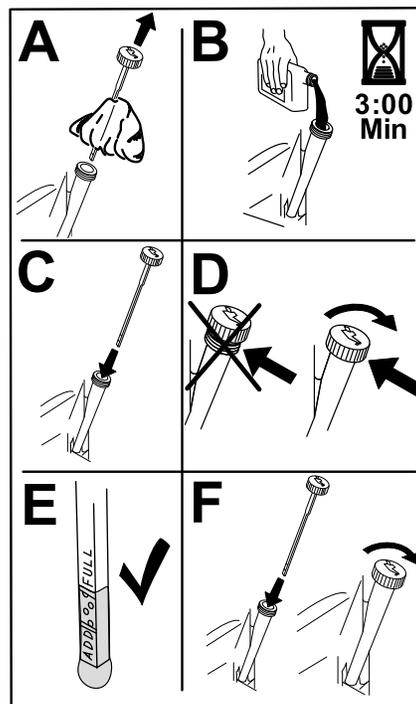

Figura 45
6. Vierta lentamente un 80% aproximadamente del aceite especificado por el tubo de llenado, luego añada lentamente el resto del aceite hasta que llegue a la marca Lleno (Figura 45).